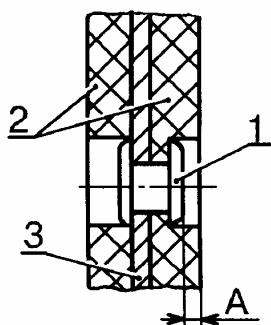

Рис.11. Определение величины износа фрикционных накладок:
4.3 Замерить расстояние А, рис.11, между торцом заклепки 1 и рабочей поверхностью накладки 2. При величине расстояния 0,2 мм и менее заменить накладки согласно п.4.4 данной ТИ (штангенциркуль ШЦ 1-125-01).